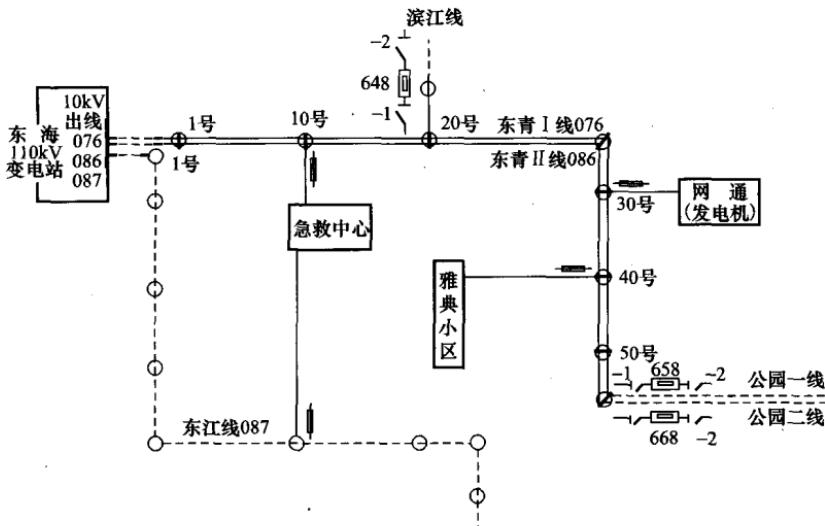

图 1-2 10kV 东青 I (076)、II (086) 线路平面示意图
* 同杆架设 10kV 东青 I、II 线路 (1~50 号)，计划 2006 年 12 月 12 日 8:00~17:30 进行停电检修，该线路与 10kV 公园 I、II 线路，10kV 滨江线路拉手互转供电，并主供急救中心（双电源用户）、网通（自备发电机用户）和雅典生活小区，10kV 东青 I (076)、II (086) 线路平面示意图如图 1-2 所示（图中虚线为带电线路，实线为停电线路）。